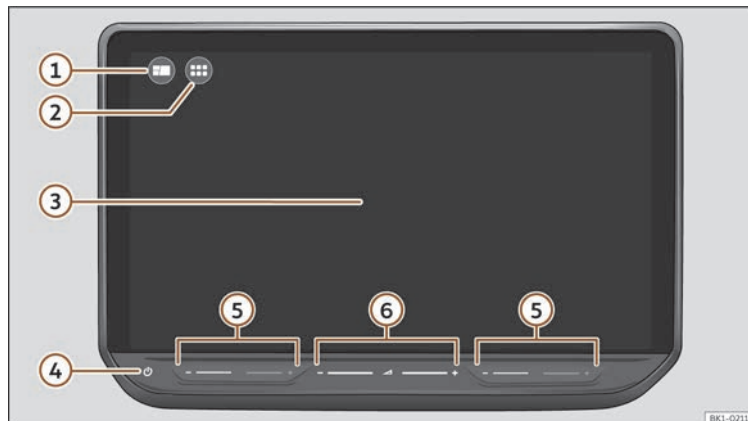

Fig. 175 Prezentare generală: unitate de comandă
Personalizați meniul din partea de sus sau meniul HOME >>> **fig. 175 ①**, pentru a accesa rapid funcțiile favorite sau utilizate cel mai frecvent.